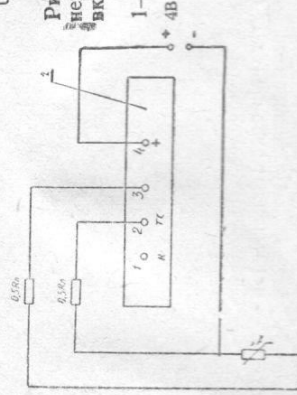

Рис. 4. Схема электрическая соединений логометра при двухпроводном включении термометра сопротивления.
8.1. Подготовка, пуск, подключение логометра должны производиться согласно схемам электрических соединений (рис. 4—7).
8.3.1. При двухпроводной схеме включения (рис. 4) сопротивление обоих проводов, соединяющих термометр с логометром, вместе с катушкой для подгонки сопротивления линии, должно быть равно подключаемой к зажиму «3» логометра, должно быть равно половине сопротивления линии, указанного на циферблате логометра.